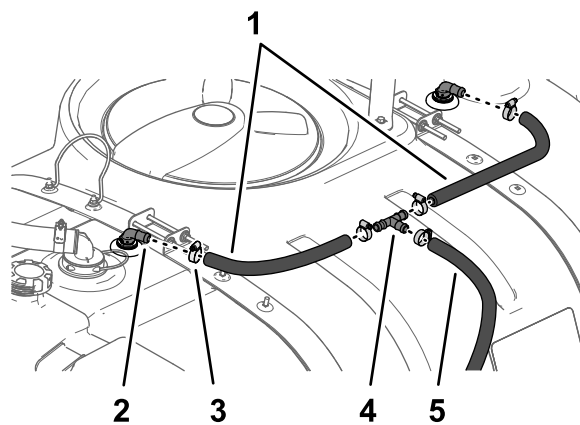

图27
1. 将 2 个软管 1.9 x 61cm 和 2 个软管夹分别安装到冲洗喷嘴组件的两个 90° 接头上然后用手紧固夹具图27。
2. 如图27 所示用 2 个软管夹将软管 1.9 x 61cm 的另一端松松地安装到 T 形接头上。
3. 如图27 所示将软管 1.9 x 180cm 和软管夹安装到 T 形接头上。
1. 用软管夹将冲洗水箱底部的软管 43.3cm 安装到冲洗水箱泵的内侧直通宝塔接头上然后用手拧紧夹具图27。